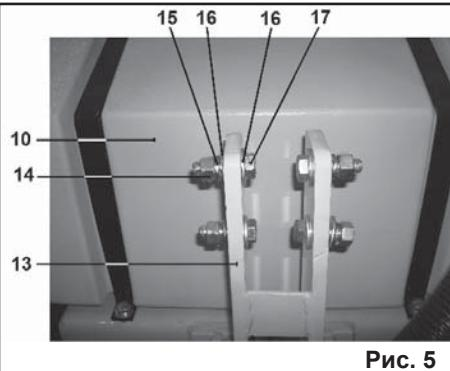

Рис. 5
жинные (15), шайбы (16), болты (17) (Рис. 5).